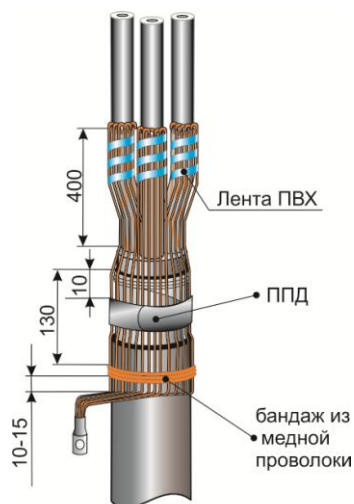

Рис.5
5. Удалить ленты, бандажующие экран. Расплести проволоки и отогнуть до бандажа. Отогнутые проволоки уложить по каждой жиле и зафиксировать лентой ПВХ на длине 400мм от слоя межфазного заполнителя. Затем концы проволок уложить на оболочку и броню кабеля и зафиксировать бандажом из 3-4 витков медной проволоки на оболочке и пружиной постоянного давления на бронелентах кабеля. Расстояния указаны на Рис.5. Проволоки медного экрана скрутить в жилу и оконцевать наконечником. Размотать электропроводящую бумагу до изгиба проволок экрана и аккуратно удалить ее.